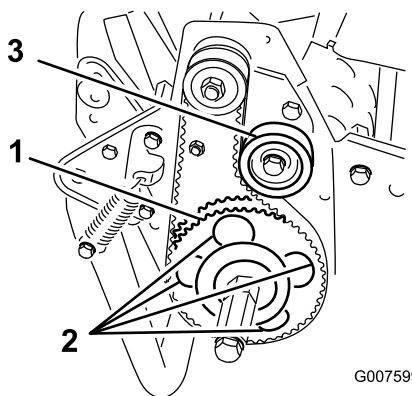

Рисунок 45
7. Поворачивайте ведомый шкив валика до совмещения с 4 винтами буртика подшипника валика (Рисунок 45).
11. Отрегулируйте натяжение ремня и затяните винт крепления натяжного шкива. (Рисунок 45).